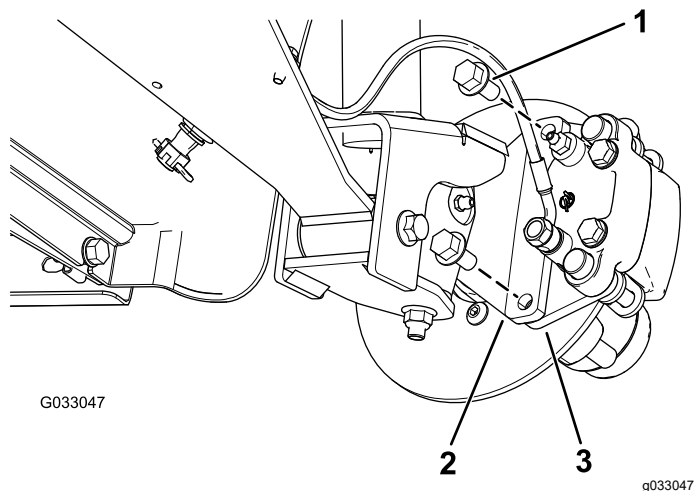
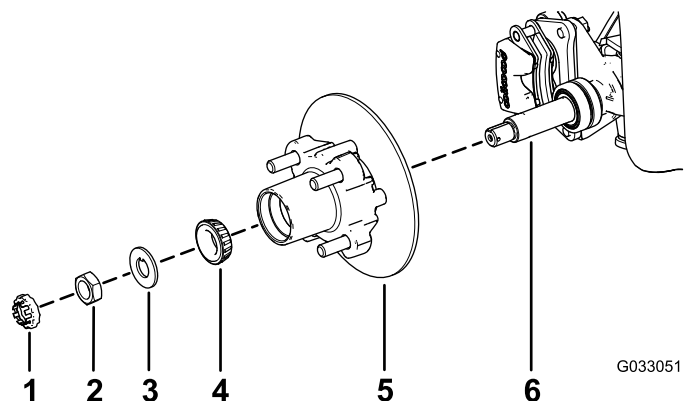

图 24
图 28
3. 卸下将制动器总成支架固定到主轴的凸缘头螺栓 $\frac{3}{8} \times \frac{3}{4}$ 英寸将制动器与主轴分开 图 24。
1. 在主轴上涂上薄薄一层指定润滑脂图 28。
2. 将轮毂和转子组装到带内转子的主轴上图 28。
3. 将外置轴承组装到主轴上并将轴承放置到外置座圈内图 28。
4. 将止动垫圈组装到主轴上图 28。
5. 将主轴螺母拧到主轴上上紧螺母扭矩至 15N·m 同时旋转轮毂将轴承调整到位图 28。
2. 将刹车踏板与转子的任意一侧对齐图 24 将制动盘托盘中的孔与主轴机架的制动器安装架中的孔对齐图 28。
3. 用 2 个凸缘头螺栓 $\frac{3}{8} \times \frac{3}{4}$ 英寸将卡钳支架固定到主轴机架上图 24。